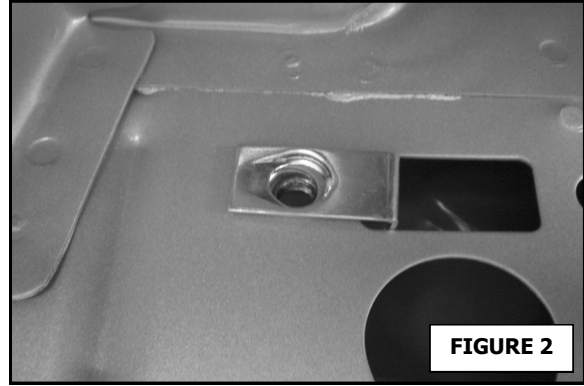

FIGURE 2
2. Insert supplied clip nuts to rectangular slots so the back of the nut faces the inside of the rocket panel. (FIGURE 2)
2. Insérez les écrous pincas dans toutes les fentes rectangulaires de façon à ce que la partie arrière de l'écrou soit face à l'intérieur du bas de caisse. (FIGURE 2)